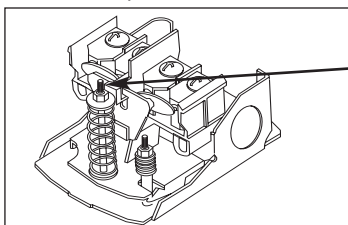

FIGURA 2
3. Si hubiere alguna pausa momentánea en el flujo de agua entre el instante en que se vacíe el WELL-X-TROL y el momento en que se ponga en marcha la bomba, ajuste ligeramente el punto de arranque de la bomba en sentido horario (vea la figura 2).